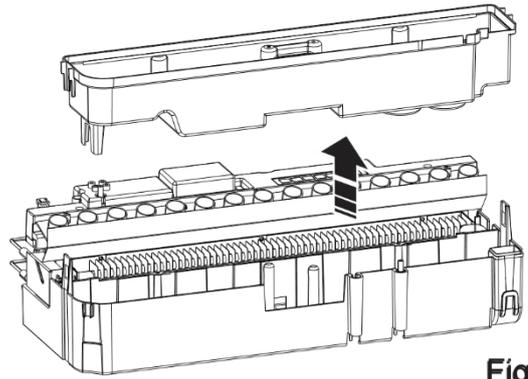

Fig.10
6. Extraiga con cuidado la bañera (Fig. 10), teniendo cuidado de mantenerla nivelada para no verter agua. Deposite la bañera en el fregadero.